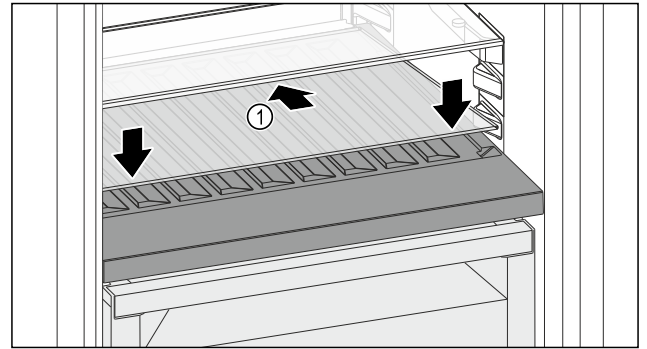

Fig. 166
- Posizionare il ripiano di vetro Fig. 166 (1) inclinato indietro e verso il basso.
- Abbassare la parte anteriore del ripiano di vetro Fig. 166 (1).